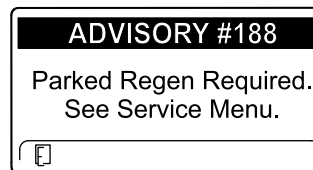

Figura 50
- Regenerare în stare de parcare solicitată ADVISORY #188 (recomandarea nr. 188) (Figura 50)